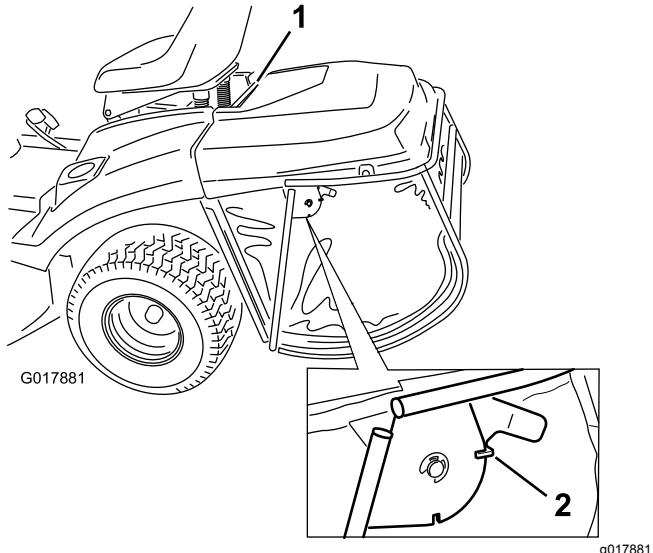

Figura 39
1. Bloccate il fermo di chiusura sul cesto di raccolta (Figura 39).